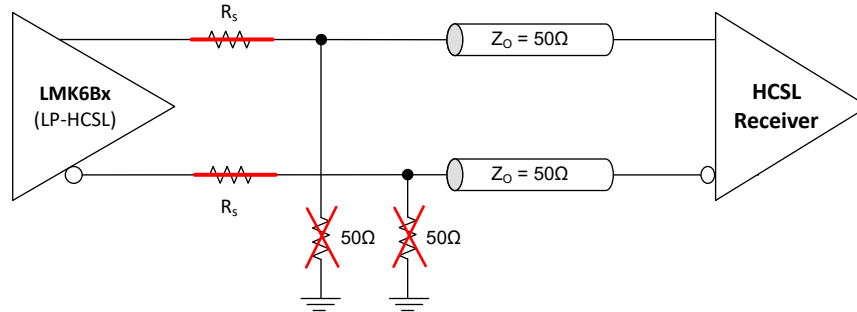

図 9-13. HCSL 発振器を LMK6Bx に置き換える
- 図 9-13 に示すように、50Ω の抵抗を GND へ実装します。
- 図 9-13 に示すように、直列抵抗は 0Ω に置き換えます。